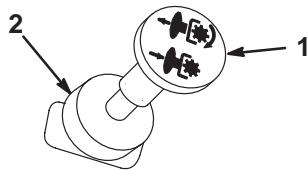

Figure 9
3. Tirez sur la commande de PdF pour embrayer la PdF (Fig. 9).
Poussez la commande de PdF en position de Débrayage (Fig. 9).